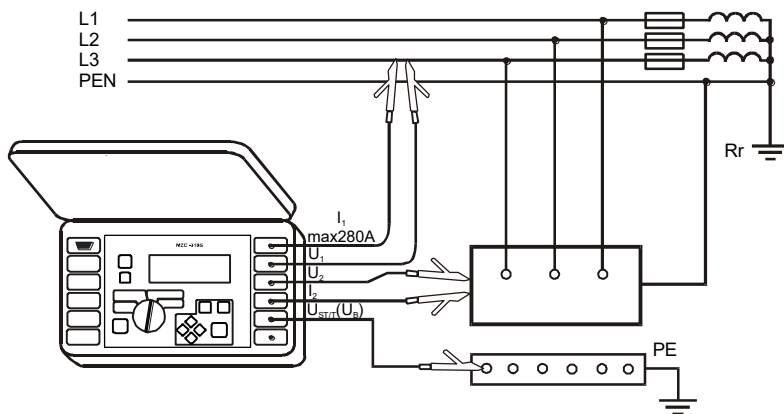
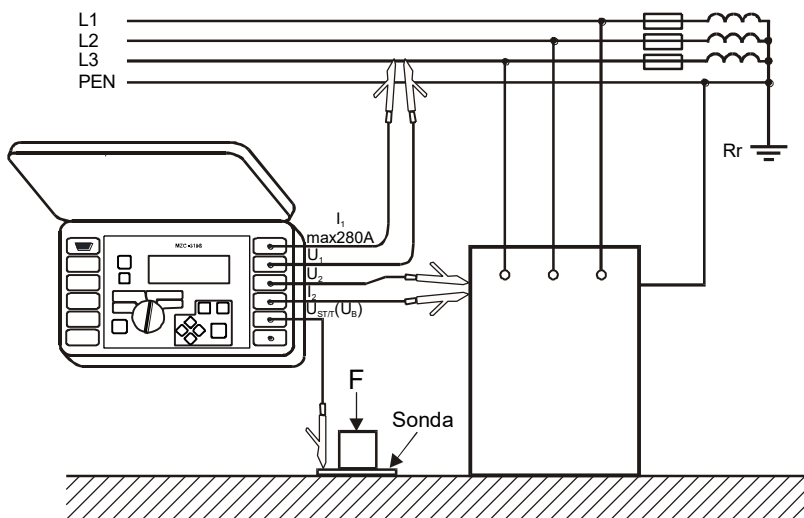

Ilustración18. Medición de la tensión táctil U_{ST}
Ilustración19. Medición de la tensión táctil de electrocución U_T
En la función de medición de los parámetros del loop de cortocircuito (2p o 4p), el dispositivo mide la tensión y la frecuencia en la red de la manera descrita en el punto 6.6. Sus valores aparecen en la parte inferior de la pantalla. El índice junto al símbolo de la tensión U indica si se mide la tensión fásica - U_{LN} , interfásica - U_{LL} , o si el valor de la tensión excede los límites de las áreas indicadas en la Ilustración19. - U_{Σ} . Los mismos principios de determinación se aplican para la tensión medida durante la medición de la impedancia del loop de cortocircuito.
- conectar los cables de medición según la Ilustración18 para U_{ST} o como en la Ilustración19 U_T
La medición de la tensión táctil de electrocución U_T se realiza tras haber activado en el medidor un resistor adicional del valor de $1k\Omega$ entre las terminales U_2 y $U_{ST/T}$ (U_B). El resistor refleja la resistencia del ser humano y la terminal $U_{ST/T}$ (U_B) se conecta con el electrodo (sonda) que simula los pies de un ser humano, y que se coloca en el piso (Ilustración19). Su realización y carga se describen en las normas referentes.